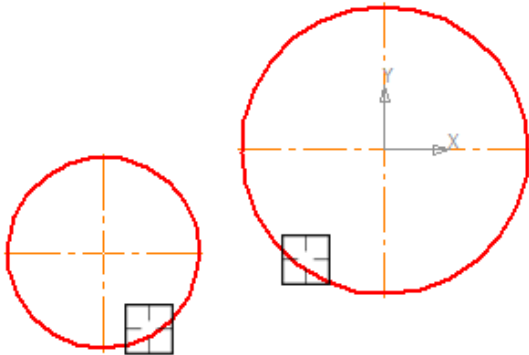

Рис. 8
- укажите два объекта, между которыми нужно построить скругление (рис. 8);